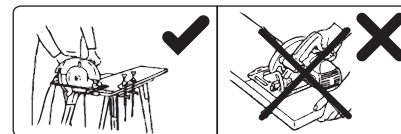

Abb. 8
1. Das zu schneidende Material ist vor dem Sägen immer mit einem geeigneten Spannmittel zu befestigen (siehe Abb. 8), z. B. mit Spannklemmen am Arbeitstisch. Halten Sie das zu bearbeitende Material niemals mit der Hand oder am Knie gestützt.
2. Nehmen Sie die Säge fest in beide Hände am Hinter- und Vordergriff (siehe Abb. 8) und legen Sie sie mit dem vorderen Teil der Grundplatte auf die Schneidfläche so auf, dass das Sägeblatt das Material nicht berührt und frei drehen kann. Halten Sie die Säge niemals mit nur einer Hand.